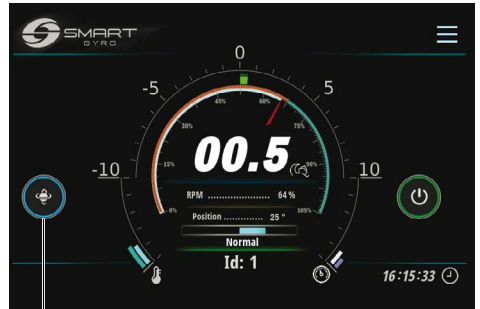

Figura 7
7. Después de que la velocidad del volante supere el 55 % de la velocidad máxima, se permite la precesión y el círculo alrededor del icono se vuelve azul, lo que indica que la precesión está desbloqueada y la esfera puede oscilar (Figura 7, (1)).